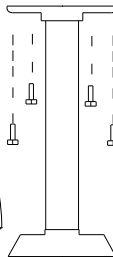

Abbildung 29
- 3) Entnehmen Sie die Systemsteuerungskabel aus der Halterung (Abbildung 29)